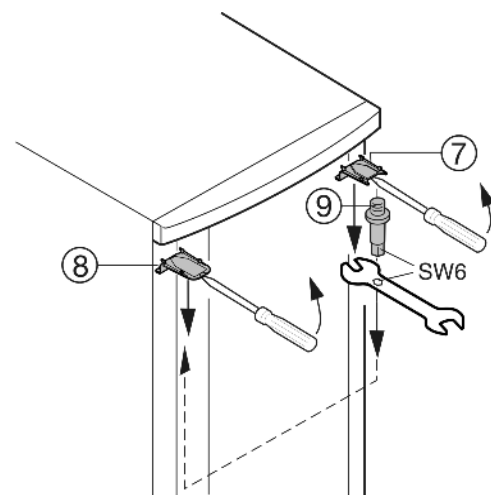

Fig. 5
- ▶ Vpředu nahoře šroubovákem uvolněte kryt Fig. 5 (7) akryt Fig. 5 (8) a vyjměte je šikmo dolů.
- ▶ Ložiskové čepy Fig. 5 (9) vyšroubujte a zašroubujte je na protilehlé straně (**s 4 Nm**). K tomu použijte vnitřní šestihran dodaného rozvidleného klíče.
- ▶ Znovu namontujte kryt Fig. 5 (7) na straně ložiskového čepu: vzadu nasadte, vpředu zaklapněte.
- ▶ Namontujte kryt Fig. 5 (8) na protilehlé straně: vzadu nasadte, vpředu zaklapněte.
- ▶ Dvířka zavěste do ložiskových čepů Fig. 5 (9) a dvířka zavřete.